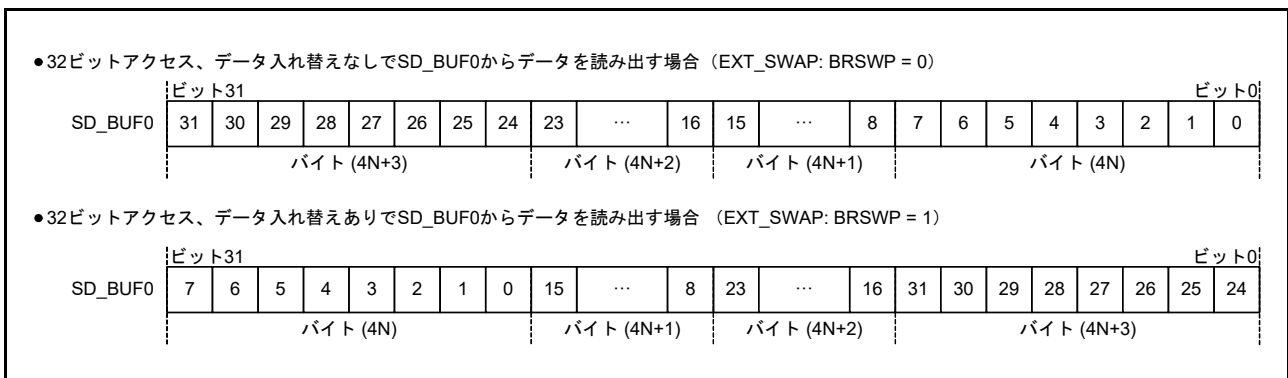

図 43.6 SD\_BUF0 からの読み出し
3. SD\_BUF に格納されたデータが SD\_BUF0 から読み出される (図 43.6 を参照)。
SD\_BUF0 にアクセスするときは、SDnDAT の転送順と SD\_BUF の格納順に注意してください。必要に応じて、SD\_BUF0 の読み出し/書き込みデータのバイトエンディアンを EXT\_SWAP レジスタで変更できます。図 43.6 を参照してください。